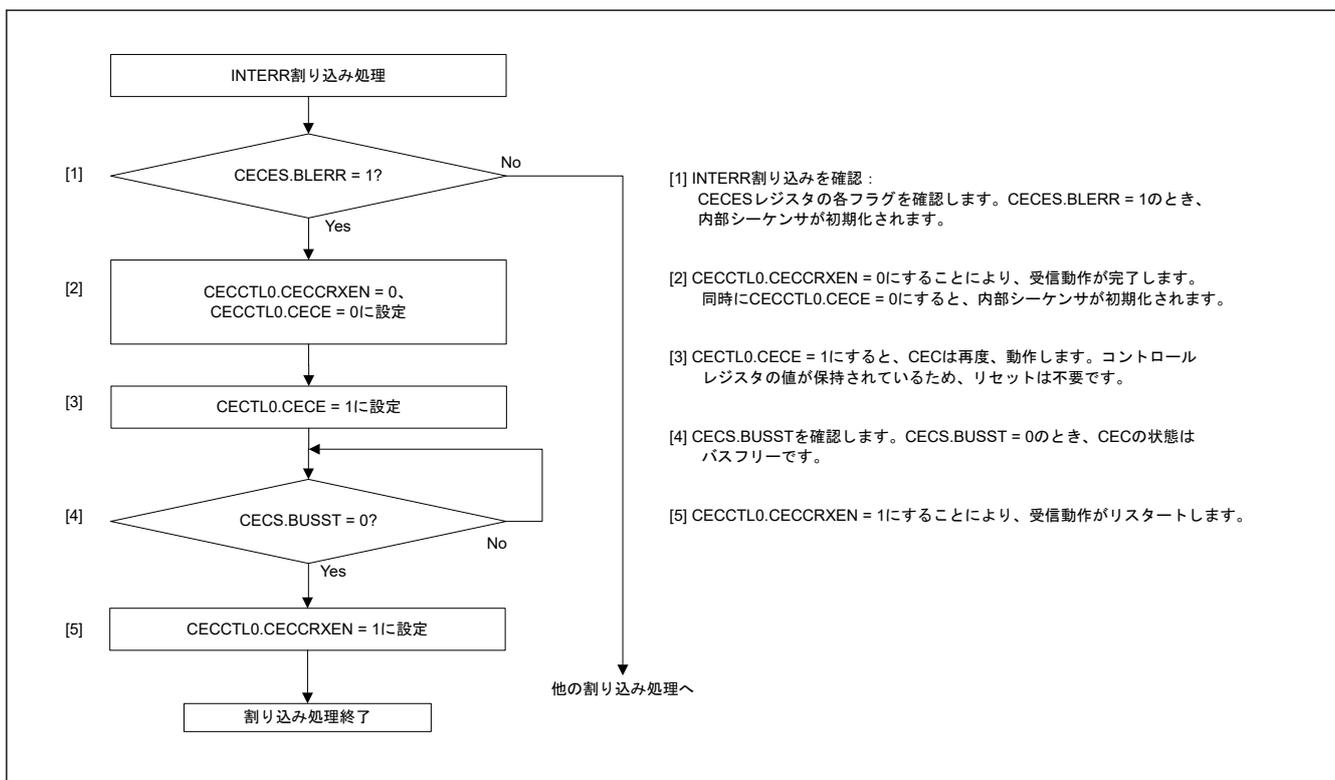

図 32.52 バスロックエラー発生時の INTERR 割り込み処理フローの例
- INTERR 割り込みの原因がバスロックエラー (CECES.BLERR = 1) の場合、INTERR 割り込み処理において、いったん CECCTL0.CECE を 0 にクリアして、CEC 送受信回路の内部シーケンサを初期化します。次に、CECCTL0.CECE を再び 1 にします。CECCTL0.CECE が 0 にクリアされても CEC レジスタはリセットされません。バスロックエラー発生時の INTERR 割り込み処理フローの例については、図 32.52 を参照してください。